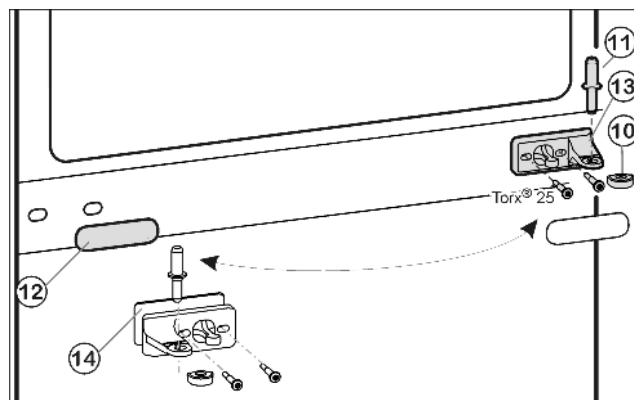
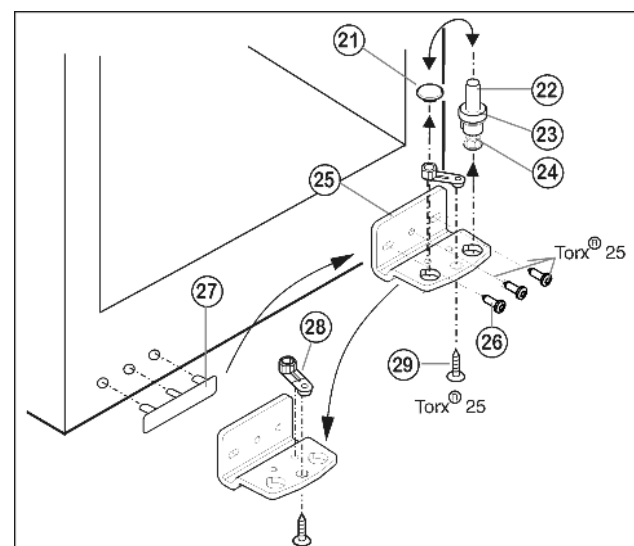

Fig. 5
Fig. 6
- ▶ Вытащите из опорного кронштейна и нижней дверцы средний опорный винт Fig. 5 (11).
- ▶ Снимите пластмассовый колпачок Fig. 5 (10).
- ▶ Открутите средний опорный кронштейн Fig. 5 (13) (2 шт. Torx® 25).
- ▶ Осторожно снимите накладку Fig. 5 (12).
- ▶ Прикрутите средний опорный кронштейн Fig. 5 (13) с подкладкой Fig. 5 (14) с поворотом на 180° на новую сторону шарнира (с моментом 4 Нм).
- ▶ Защелкните накладку Fig. 5 (12), повернув на 180°, на стороне, где теперь будет ручка.
- ▶ Извлеките опорный винт Fig. 6 (22) в комплекте с шайбой Fig. 6 (23) и регулируемой опорой Fig. 6 (24), вытягивая его вверх.
- ▶ Снимите пробку Fig. 6 (21).
- ▶ Открутите Fig. 6 (26) опорный кронштейн Fig. 6 (25).
- ▶ Открутите Fig. 6 (29) опорную деталь Fig. 6 (28) и, поставив в отверстие на противоположной стороне опорного кронштейна, снова прикрутите.
- ▶ Осторожно снимите и переставьте на противоположную сторону крышку со стороны ручки Fig. 6 (27).
- ▶ Снова прикрутите опорный кронштейн Fig. 6 (25) на новой стороне шарнира (с моментом 4 Нм). При необходимости используйте аккумуляторный шуруповерт.
- ▶ Переставьте пробку Fig. 6 (21) в свободное отверстие.
- ▶ Вновь установите опорный винт Fig. 6 (22) в комплекте с шайбой и регулируемой опорой. При этом фиксатор должен быть направлен назад.
- ▶ Установите нижнюю дверцу сверху на нижний опорный винт Fig. 6 (22).
- ▶ Снова наденьте пластмассовый колпачок Fig. 5 (10) на средний опорный кронштейн Fig. 5 (13).
- ▶ Вставьте средний опорный винт Fig. 5 (11) на новой стороне шарнира через средний опорный кронштейн Fig. 5 (13) в нижнюю дверцу.
- ▶ Установите верхнюю дверцу на средний опорный винт Fig. 5 (11).
- ▶ При необходимости выровняйте дверцы через два продольных паза в нижнем опорном кронштейне Fig. 6 (25) и среднем опорном кронштейне Fig. 5 (13) параллельно корпусу устройства. Для этого выкрутите средний винт на нижнем опорном кронштейне Fig. 6 (25).